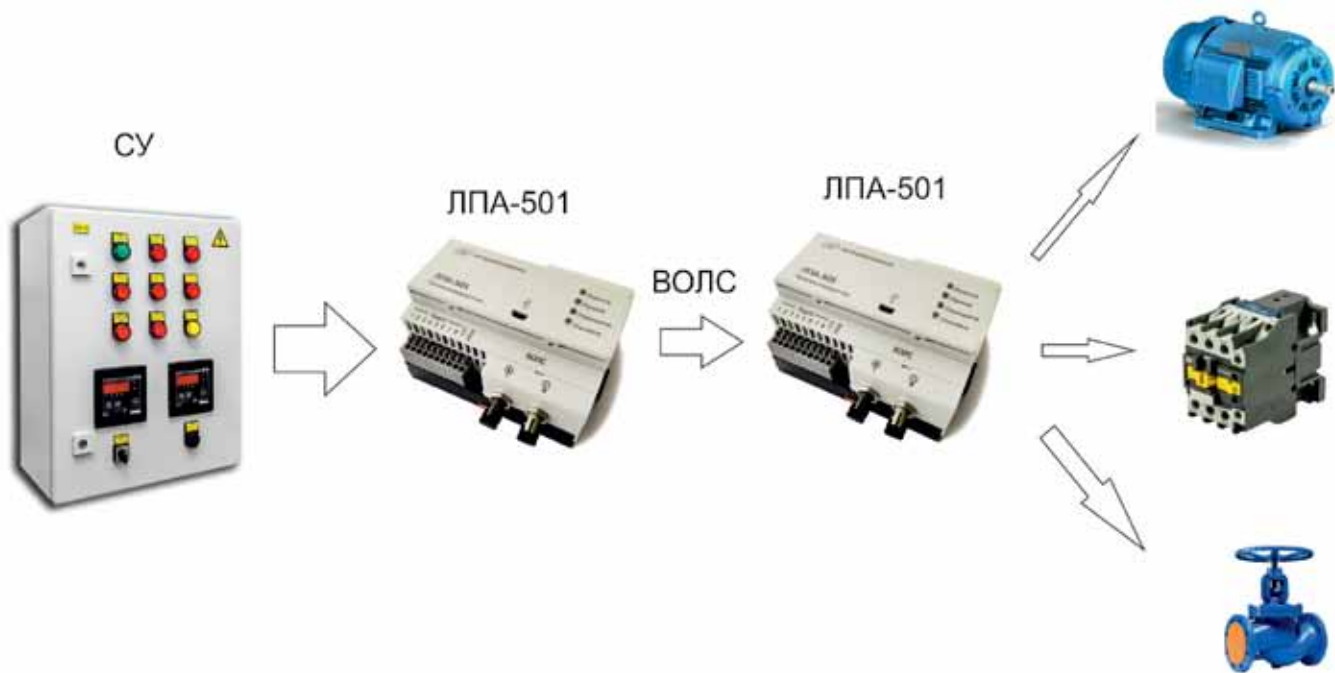

Рис. 6. Удаленное управление
- ▶ удаленное управление (рис. 6).